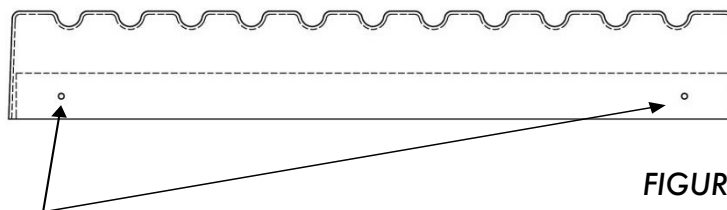

FIGURA 7
3. Antes de insertar la caja de soporte pequeña, primero es necesario asegurar un tramo de madera de 2x4 de 22 1/2" de largo en el canal de la caja de soporte pequeña. Coloque un cordón de adhesivo alrededor del interior de la caja de soporte e inserte el tramo de madera de 2x4. Coloque varios tornillos en la caja pequeña de soporte para fijar correctamente el tramo de madera de 2x4 en la posición adecuada (Figura 7).